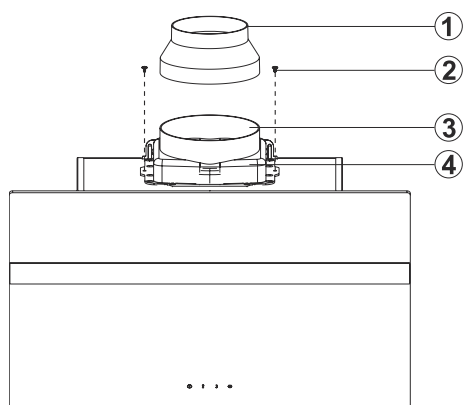

Fig. 13
Montare la canna fumaria in plastica sul corpo del prodotto, usando viti da 3.5x9.5 (Fig. 13).
- Collegare l'adattatore per canna fumaria in plastica Ø150/120 mm all'uscita dell'aria se il tubo dello scarico dell'aria è 120 mm (Fig. 13).